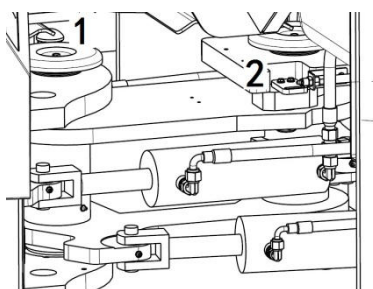

Рисунок 4-3 Блокировка шарнирной рамы
- Перед подъемом убедитесь, что стопорные штифты установлены в отверстия между шарнирными рамами, а также между шарнирными рамами и задней рамой. Убедитесь в блокировке двух шарнирных рам и задней рамы без возможности относительного вращения (см. Рис. 4-3).